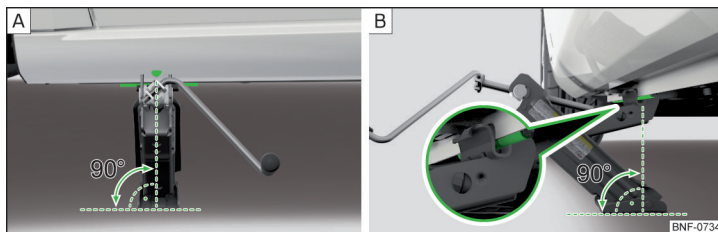

Fig. 153 Colocação do macaco
- » Apoiar toda a superfície da placa base do macaco sobre um piso plano e certificar, que o macaco está em posição vertical para o perfil de aplicação » Fig. 153 - [A].
- » Levantar tanto o macaco por baixo do ponto de aplicação com a manivela, até que a sua garra apanhe o perfil » Fig. 153 [B].